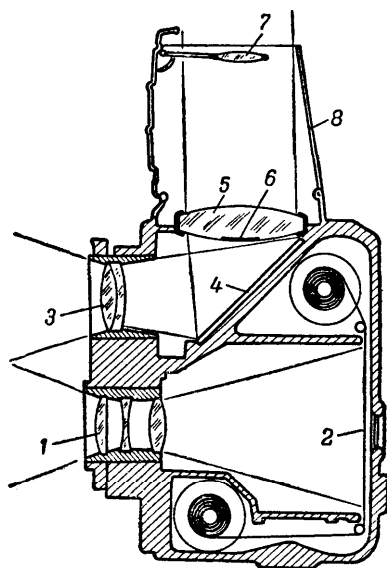

Рис. 19. Схематический разрез фотоаппарата „Любитель“:
На рис. 19 фотоаппарат «Любитель» представлен в схематическом разрезе. Свет от снимаемого предмета проходит через объектив (1), который даёт изображение на плёнке (2). В верхней камере свет проходит через такой же объектив (3), отражается от зеркала (4) и попадает на линзу (5), в центре которой находится матовый кружок (6). Оба объектива находятся в одной и той же оправе и для наводки на резкость передвигаются вместе. Таким образом, если на матовом кружке линзы изображение получено резким, то можно быть уверенным, что оно будет резким и на плёнке, когда последняя подвергнется экспозиции.